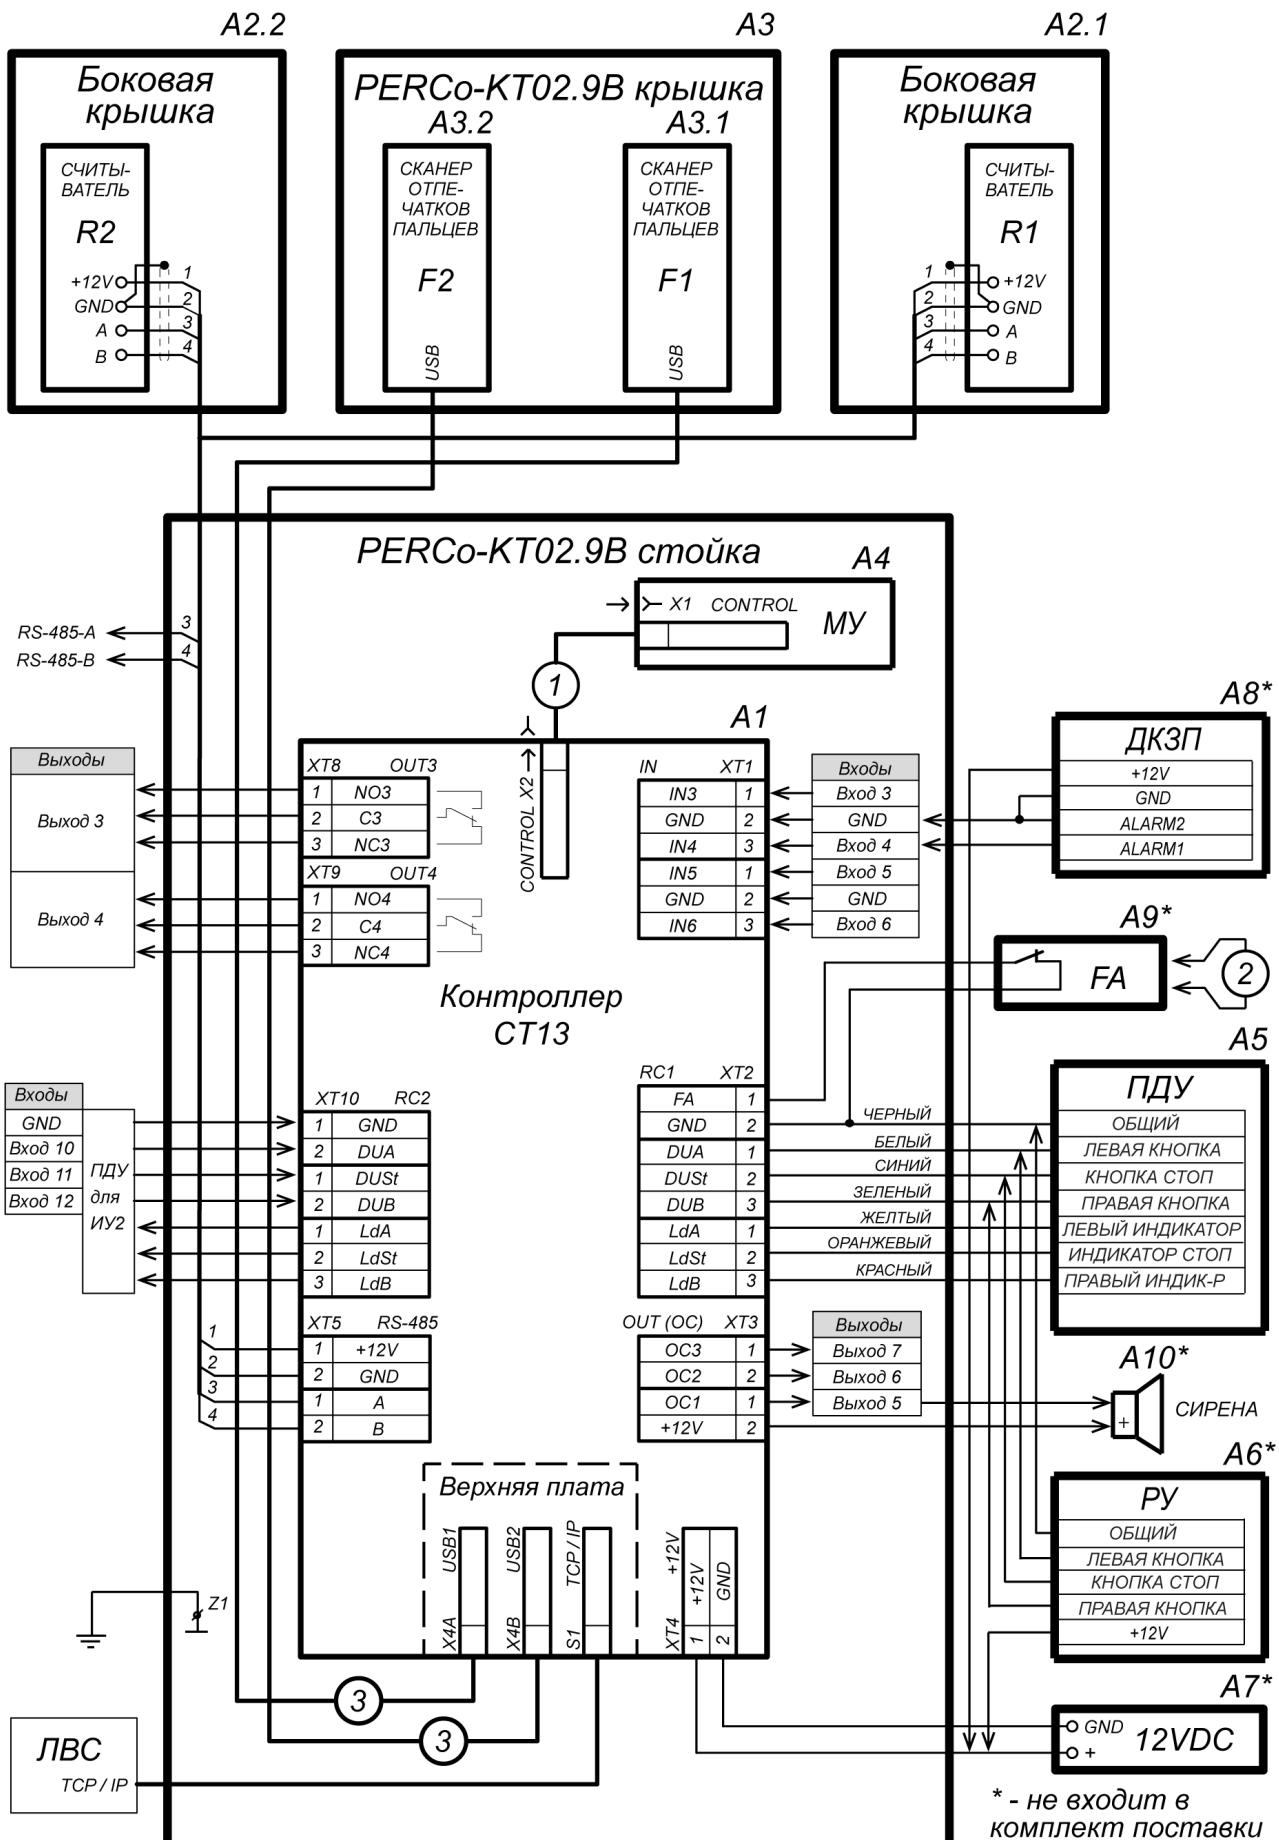

Рисунок 12. Общая схема подключения ЭП и дополнительного оборудования
Расположение клеммных колодок на нижней плате контроллера ЭП показано на рис. 7, назначение контактов клеммных колодок указано в табл. 2. Схема подключения приведена на рис. 12. Используемые при подключении типы кабелей указаны в табл. 5. При монтаже ЭП придерживайтесь следующей последовательности действий:
11. Подключите кабель питания (10) к клеммной колодке **XT4** на нижней плате контроллера согласно схеме, приведенной на рис. 12.
12. Подключите кабель ПДУ (14) к клеммной колодке **XT2** согласно схеме, приведенной на рис. 12.
13. Подключите, при необходимости, кабели от других устройств к соответствующим разъемам встроенного контроллера ЭП в соответствии с общей схемой, приведенной на рис. 12, а также частными схемами для различных видов устройств, представленными на рис. 15 - 24.
позиционные обозначения A1-A4, X1, X2 и Z1 – указаны на схеме рис.12